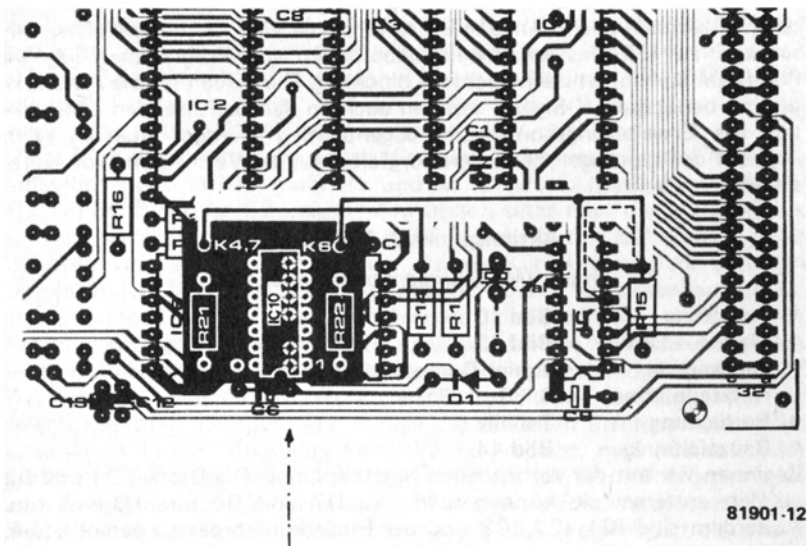

Bild 12. Position der Aufsteckplatine auf der Basisplatine. Wie das Bild zeigt, sind noch zwei Leitungen zu anderen Punkten zu verlegen.
- **Bauzeichnung** → Bild 12
Als letztes müssen noch die beiden K-Leitungen verlegt werden. Aus der Bauzeichnung (Bild 12) geht hervor, zu welchen Punkten diese Leitungen auf der Basisplatine führen. Gezeichnet ist der Fall, daß das Systemprogramm PRINTER MONITOR benutzt wird. Will man ohne PM problemlos